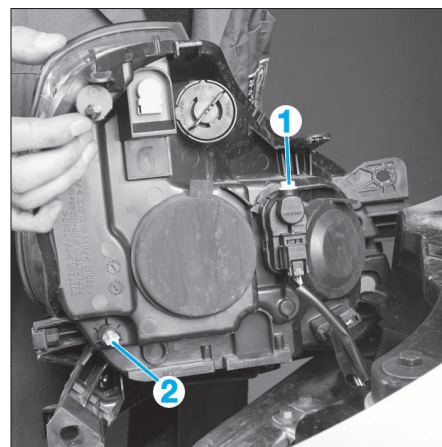

FIG. 12
- Actionner la vis (1) pour le réglage vertical (un puits de réglage est prévu) (Fig.12).